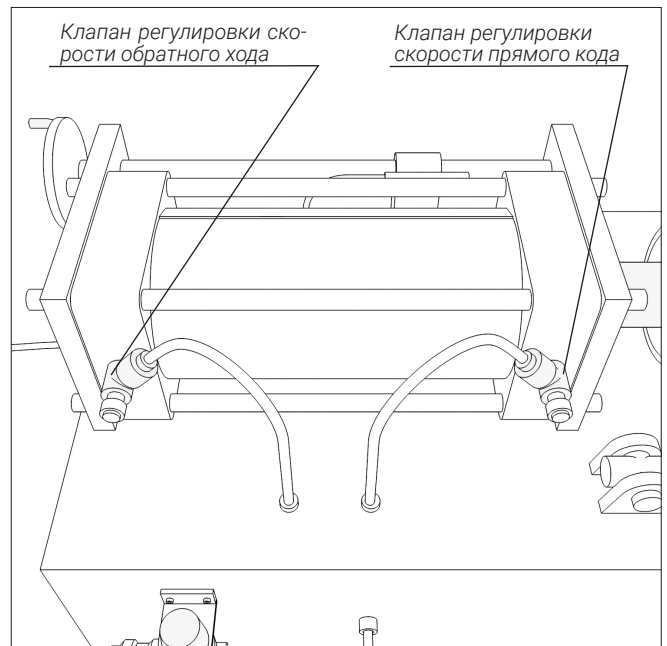

Рис. 24
12.13.1. Осуществить регулировку скорости подачи с помощью регулирующего клапана (дросселя) в передней части цилиндра или регулировку скорости обратного хода поршня с помощью регулирующего клапана в задней части цилиндра (рис. 24).